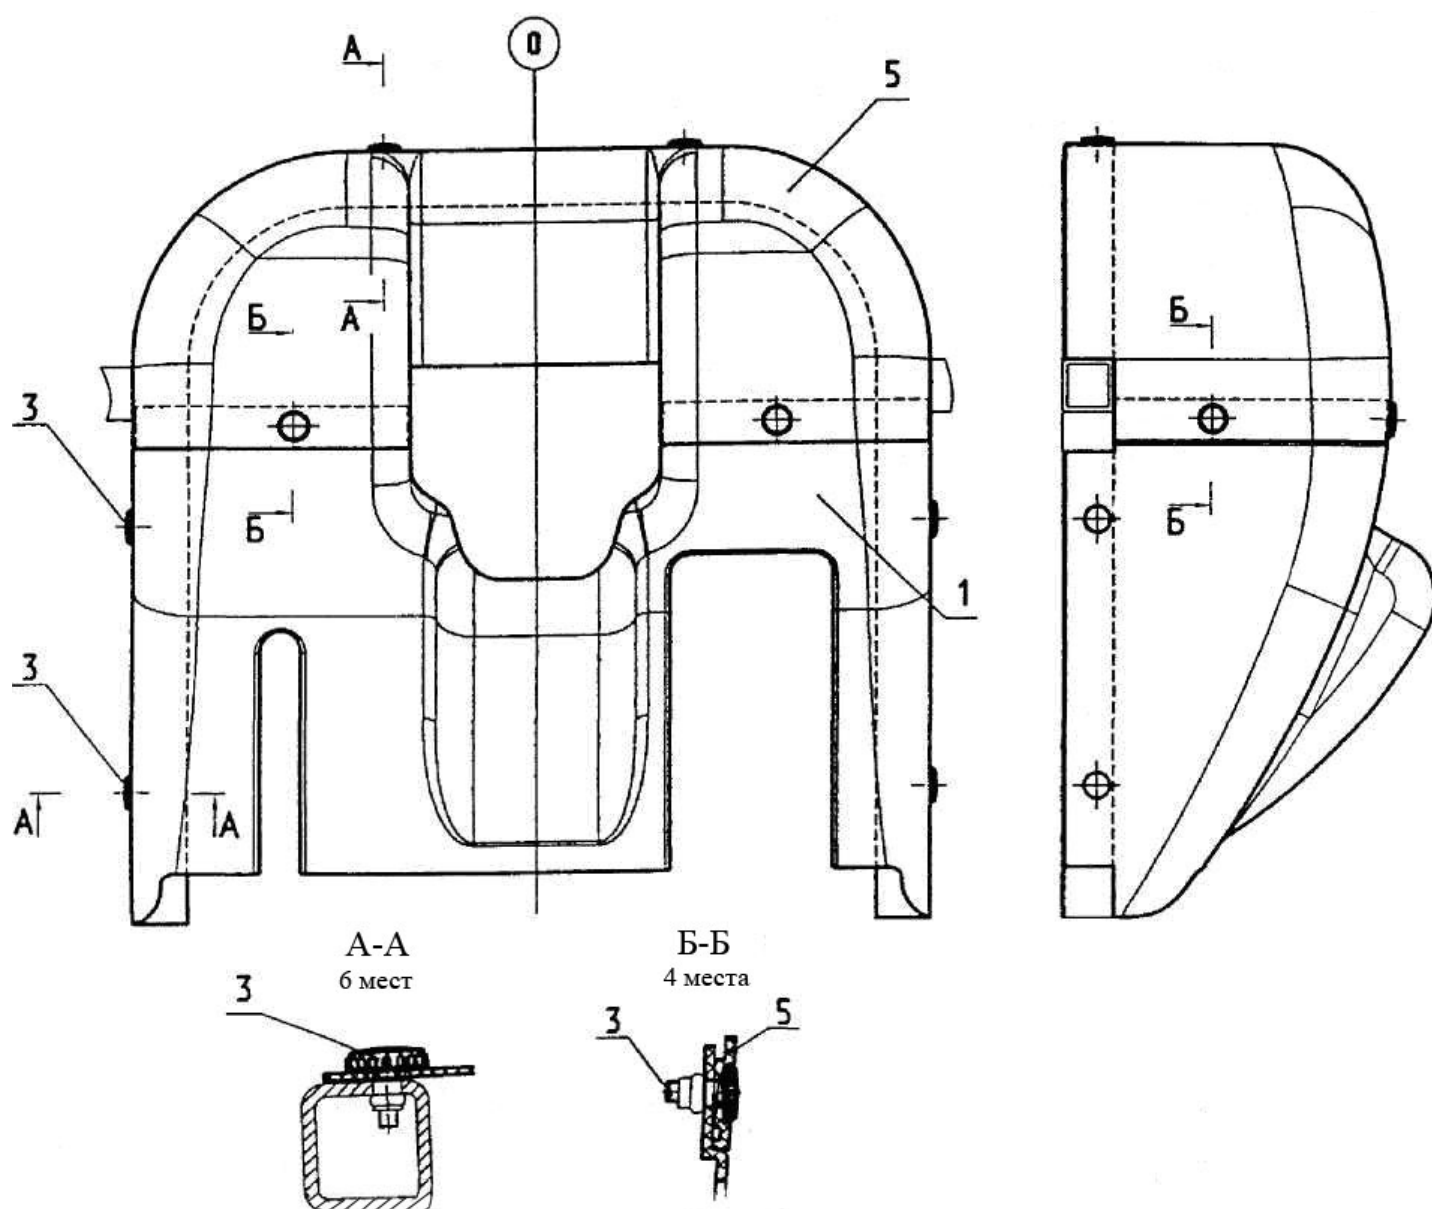

Рис.7.18 Панели передней стенки кабины.
- 1) отверните винты (3), (рисунок 7.18), на панели (5), и снимите панель (5);
- 2) отверните винты (3), (рисунок 7.18), на панели (1), и снимите панель (1);